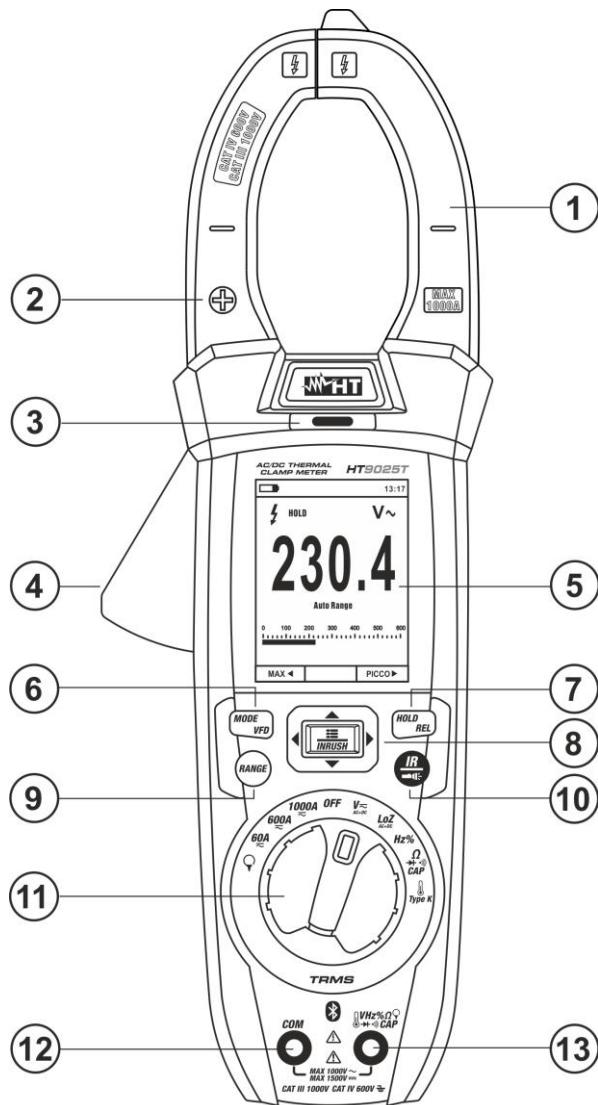

Fig. 1 Description partie avant de l'instrument
2. Approcher l'instrument d'une source AC et constater l'allumage du voyant rouge sur la partie haute (voir Fig. 1 – partie 3) qui signale sa présence